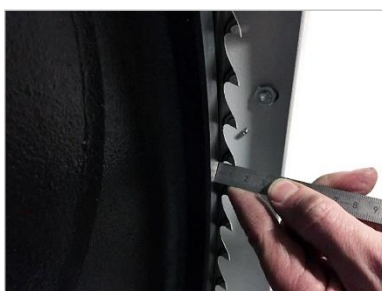

Figure 56 : mesurer le dépassement des dents
- La lame de scie à ruban doit maintenant être positionnée sur les roues de manière à ce que les pointes des dents se trouvent à environ 8 - 10 mm du bord avant de la roue sur toute la longueur de la lame de scie (voir ⇒ Figure 56).